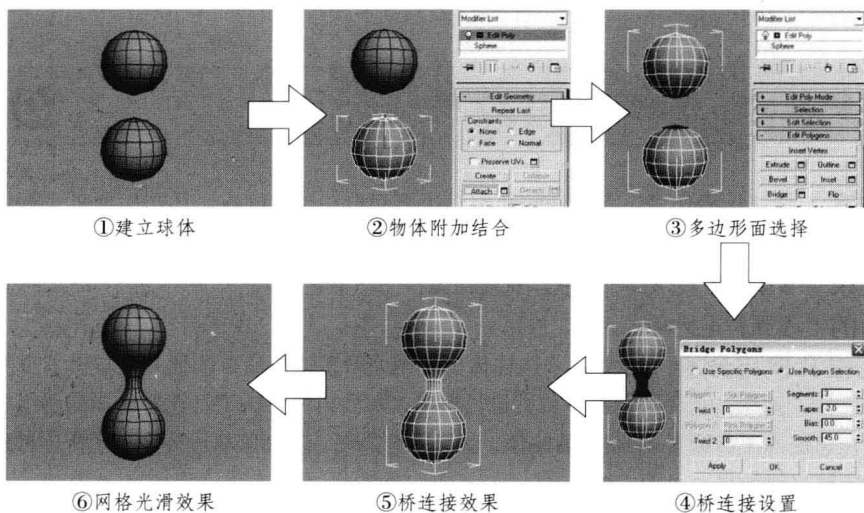

图3-10 附加连接总流程（步骤）图
四、制作流程及技巧分析 制作本例时，建立两个球体并使用编辑多边形命令的附加工具进行合并，然后再选择上下两组面，使用桥工具进行连接，得到类似哑铃的三维模型效果。本例分为 6 个制作总流程（步骤）：①建立球体、②物体附加结合、③多边形面选择、④桥连接设置、⑤桥连接效果、⑥网格光滑效果，见图 3-10。